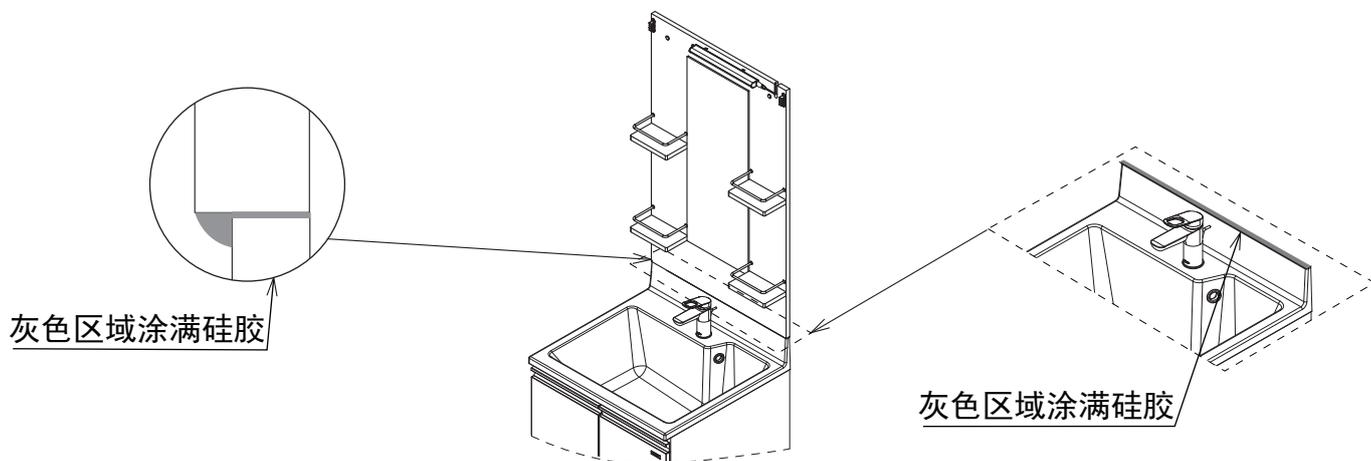

图7
9) 如图7所示, 化妆镜底部与洗脸盆挡水边上端, 溢出硅胶抹匀。